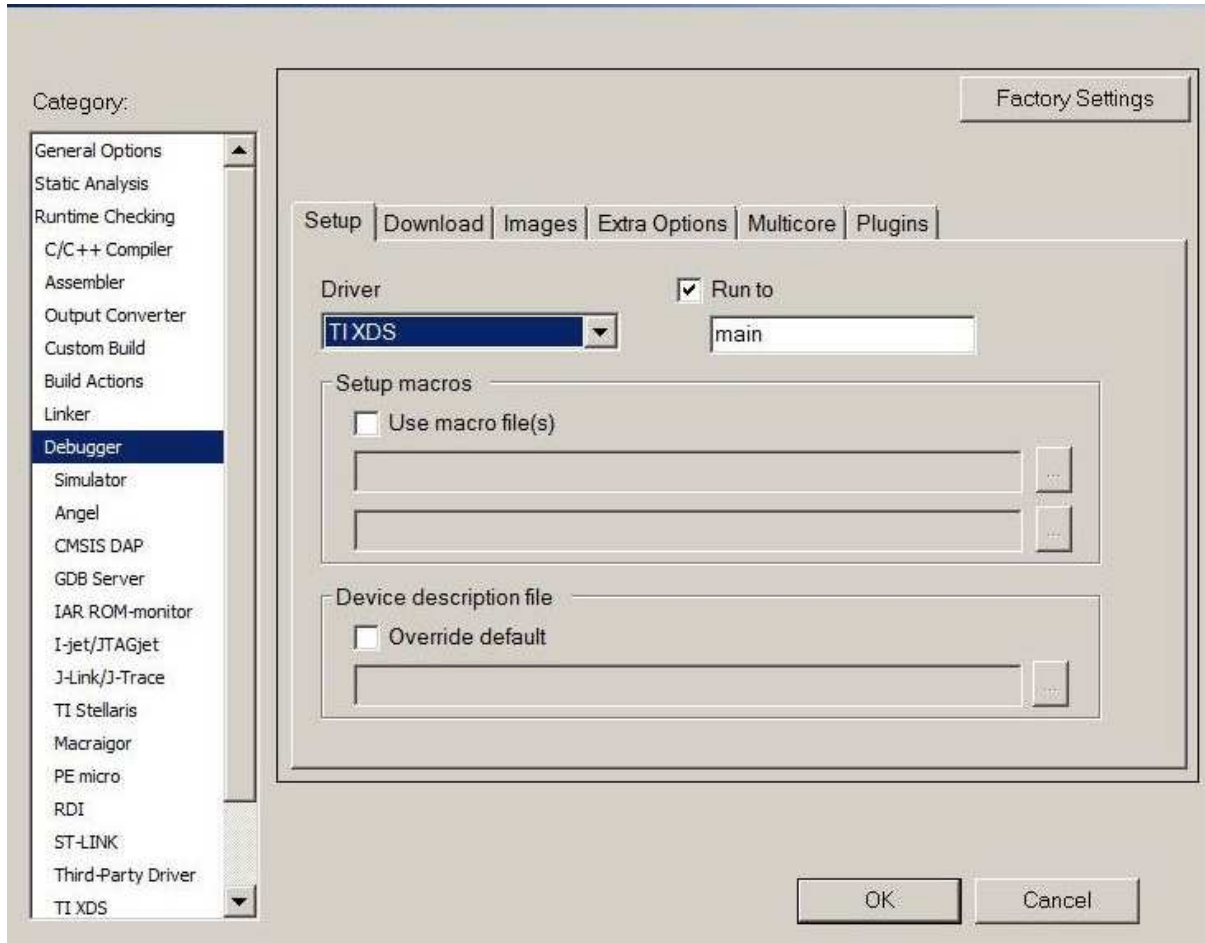

图 28. IAR TI XDS 调试器
1. 从菜单中选择项目 (Project) → 选项 (options)，然后选择调试器类别。在安装 (Setup) 选项卡中，将 TI XDS 选作驱动程序，然后单击确定 (OK)（请参见图 28）。